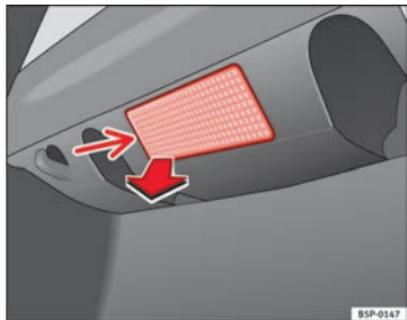

Fig. 186 Luz do porta-bagagens
- Extraia a tulipa pressionando o rebordo da parte interior da mesma - seta - com a ajuda da ponta de uma chave de fendas ⇒ Fig. 186.